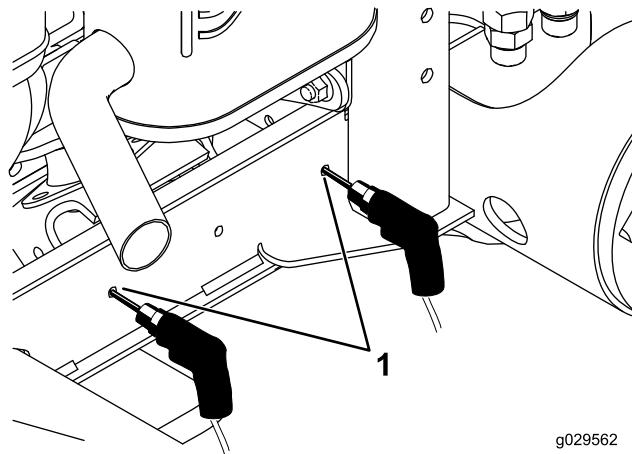

図 35
10. ステップ 8でマーキングした位置2カ所に、直径 7.1 mm の穴を開ける図 35。